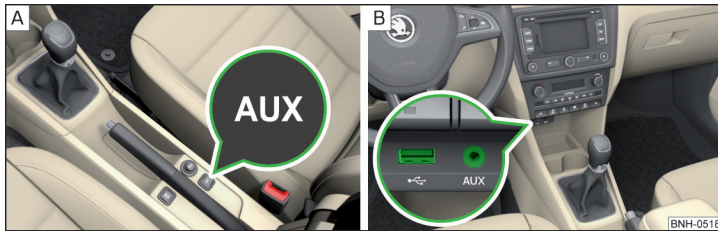

Abb. 80 Einbauorte der Eingänge: AUX / MDI (AUX und USB)
Der USB-Eingang befindet sich oberhalb des Ablagefachs in der Mittelkonsole vorn » Abb. 80 - B und ist mit dem Symbol  gekennzeichnet.
- » Zwischen den Sitzen in der Mittelkonsole vorn » Abb. 80 - A.
- » Oberhalb des Ablagefachs in der Mittelkonsole vorn » Abb. 80 - B.